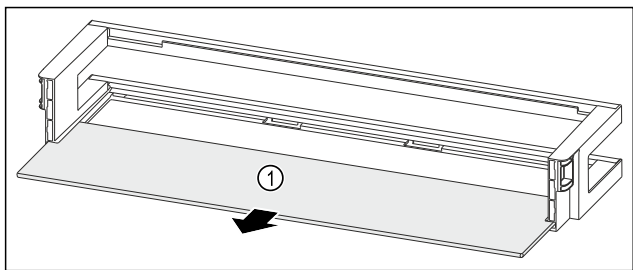

Fig. 241 Dvevní přihrádka s odkládací plochou
- ▶ Odkládací plochu Fig. 241 (1) odeberte.